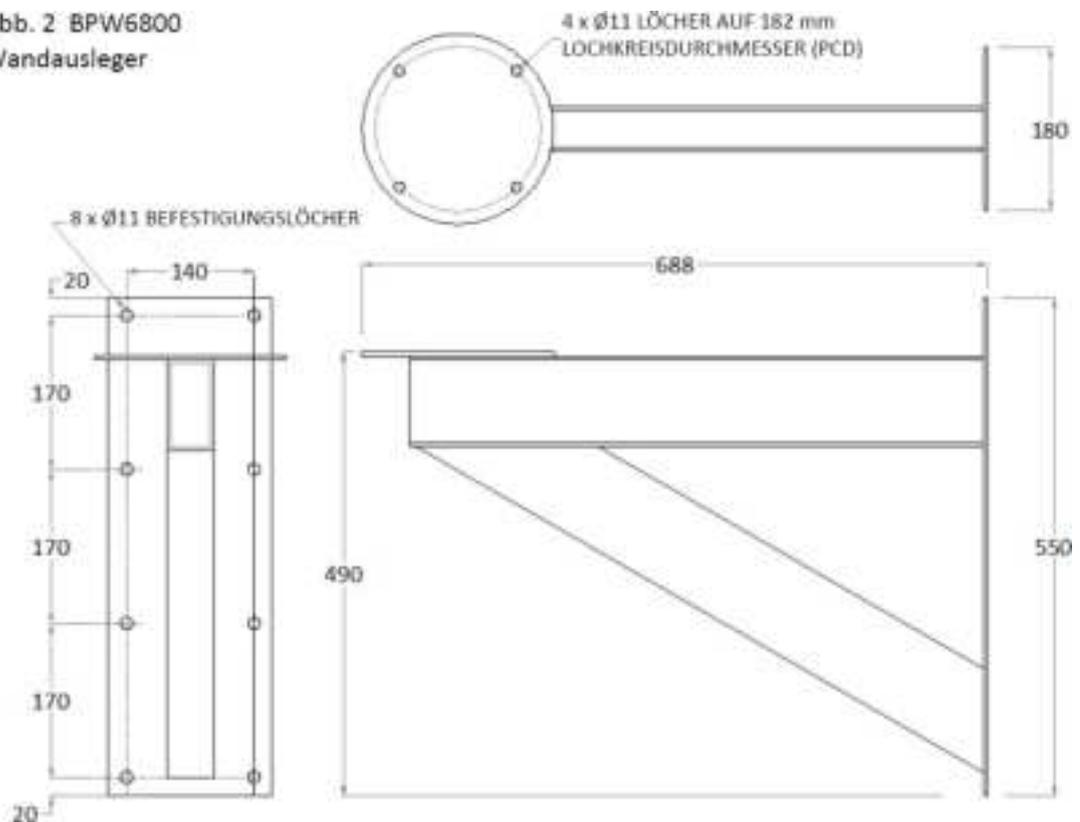

Abb. 3 XC40VW Beispiel für eine XC-Einheit mit Darstellung der Befestigungspunkte für die Basisbefestigung
Die komplette Baugruppe wird über ihre Schwenkachse auf der Tragstruktur montiert; diese verfügt über vier (4) M8-Gewindebefestigungspunkte auf einem Lochkreisdurchmesser (PCD) von 101,6 mm (4 Zoll) gemäß Industrienormabstand. (Abbildung 3)